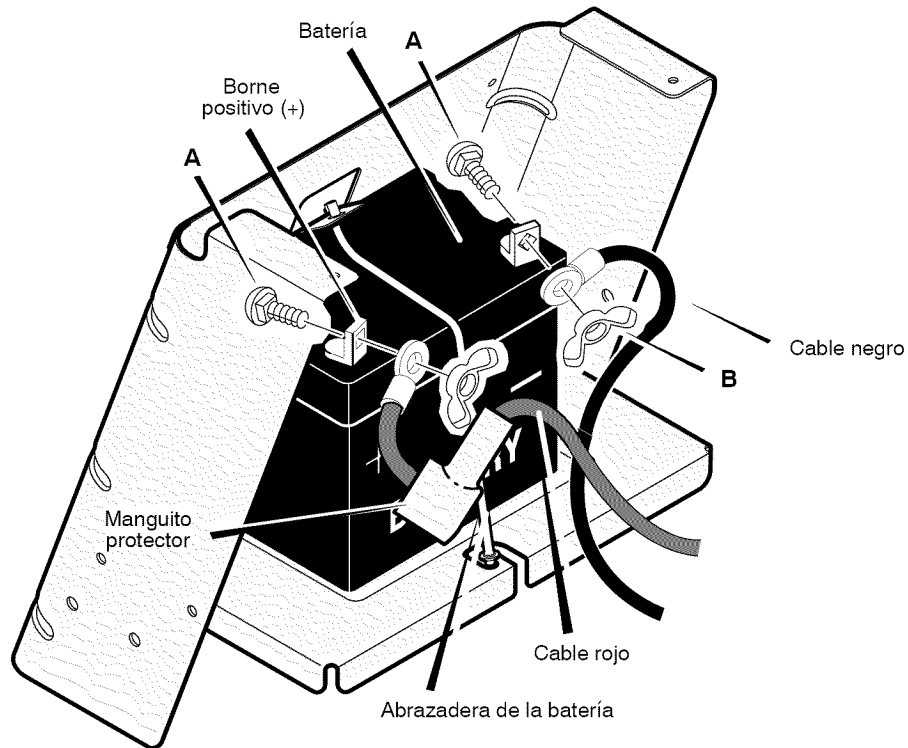

Figura 41
2. Revise la parte superior y los lados de la **batería (1)** para la ubicación de la fecha de la batería. (Figura 41).
2. Conecte el **cable rojo** y el **manguito protector** al **borne positivo (+)** con los sujetadores como se indica (Figura 41).